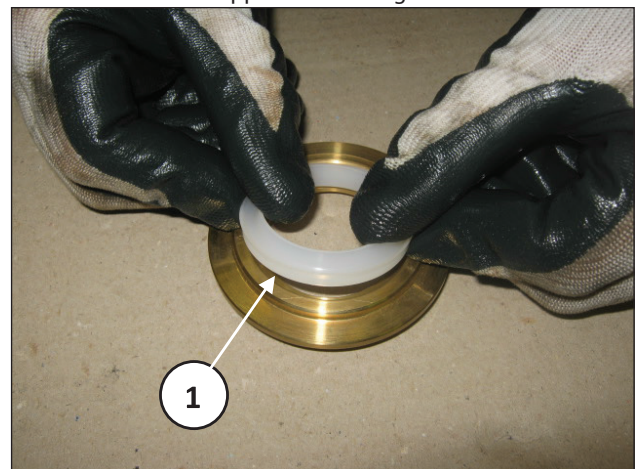

Abb. 125
Setzen Sie den Abstreifring in die Aufnahme am Halter ein (Pos. ①, Abb. 125) und helfen Sie sich ggf. mit einem Dorn, ohne dabei die Dichtlippe zu beschädigen.